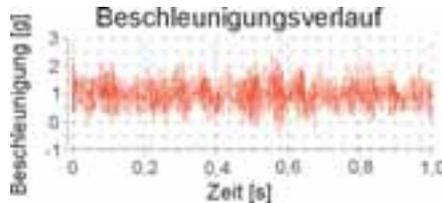
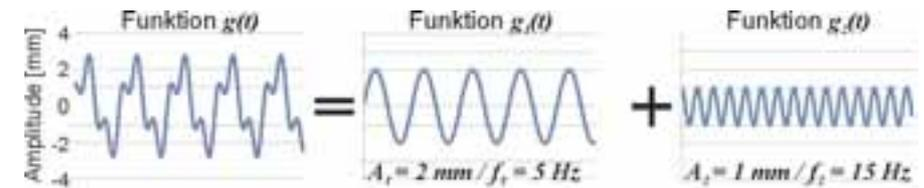

Bild 2: Beispiel eines aufgenommenen Beschleunigungsverlaufs
Bild 3: Zerlegung einer Funktion  $g(t)$  in ihre harmonischen Anteile  $g_1(t)$  und  $g_2(t)$
Die Beschleunigungen werden meistens in der Hauptkraftrichtung (vertikal) gemessen; wenn es jedoch einen besonderen Grund gibt, kann jeweils in allen drei Richtungen gemessen werden. Bild 2 zeigt als Beispiel die Aufnahme eines in vertikaler Richtung gemessenen Beschleunigungsverlaufs.
*Analyse der aufgenommenen Werte:* Der so aufgenommene „Verlauf der Schwingung“ (Zeitfunktion der gewählten Messgröße, z. B. der Beschleunigung / Bild 2) wird einer „Fourier-Transformation“ unterzogen (Zerlegung der Zeitfunktion in ihre harmonischen Bestandteile / Bild 3).